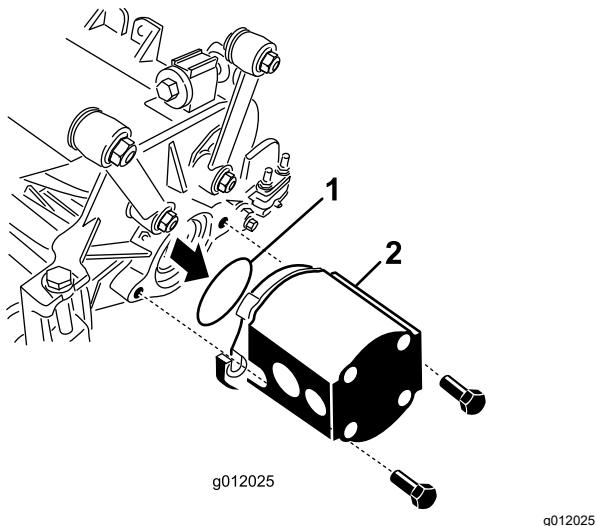

Figura 25
5. Inserte la junta tórica (suministrada con la unidad de corte) sobre la brida del motor de transmisión (**Figura 25**).
caperuza suministrados con la unidad de corte (Figura 25).